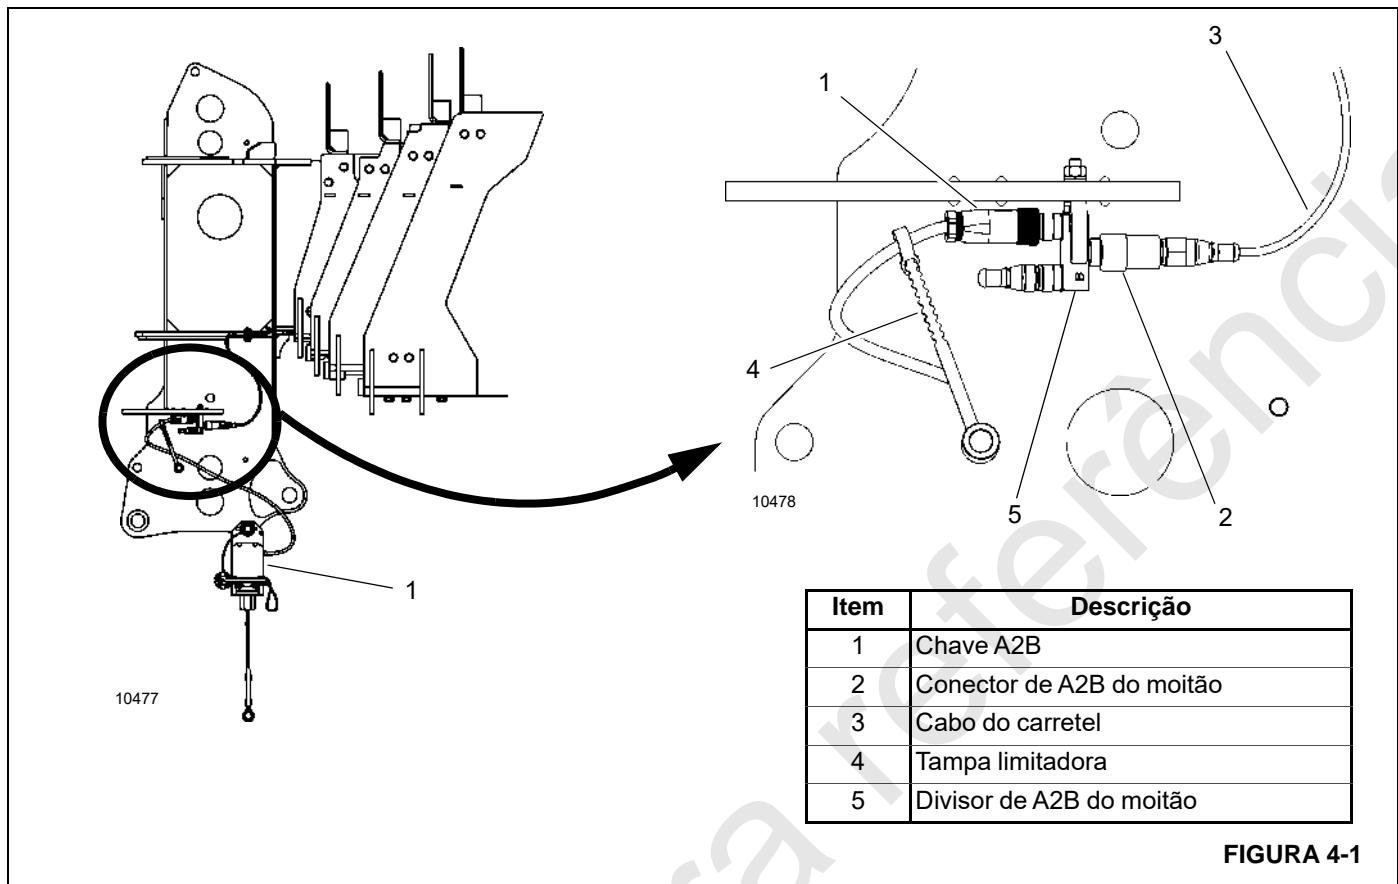

FIGURA 4-1
2. Desconecte e remova a chave A2B (1, Figura 4-1).
3. Desconecte a conexão de A2B do moitão (2) do carretel do cabo do conjunto do divisor de A2B do moitão (5) na ponta da lança.
4. Remova o conector de A2B do moitão do cabo do carretel (3). Remover do conector do carretel do cabo permite que o cabo do carretel seja recolhido através da lança.
5. Remova as amarrações do cabo (3) que fixam o cabo à ponta da lança.
11. Adicione o conector de A2B do moitão (2, Figura 4-1) à extremidade do cabo do carretel (3).
12. Conecte o conector do cabo do carretel (2) ao conjunto do divisor de A2B do moitão (5).
14. Fixe o cabo do carretel à lança com abraçadeiras (4).